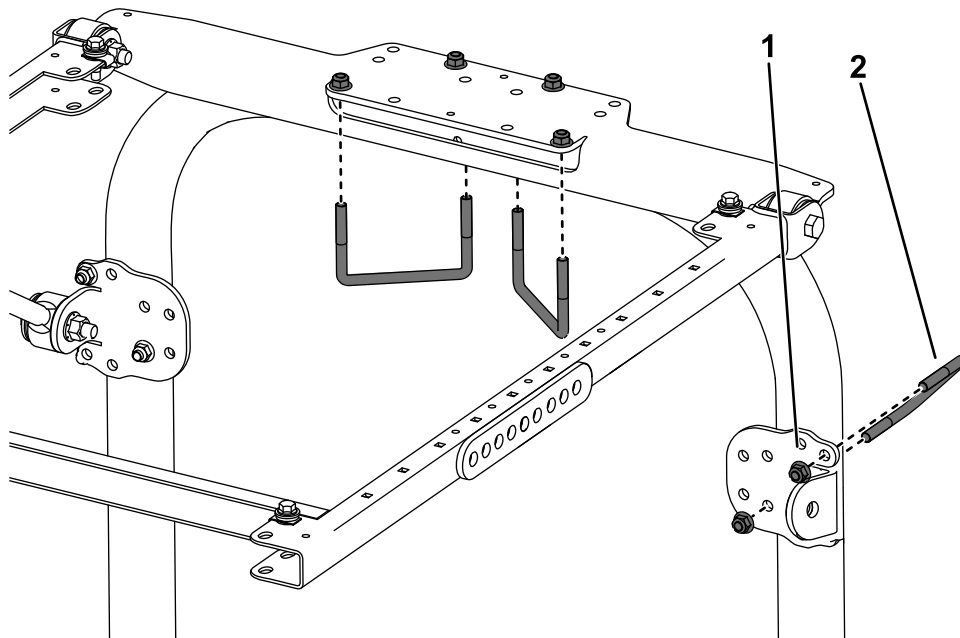

Figure 43
3. Utilisez les trous indiqués à la Figure 43 pour fixer légèrement chacun des supports de renfort aux montants de l'arceau de sécurité à l'aide d'un étrier fileté (3 1/2" x 5") et de 2 écrous à embase.